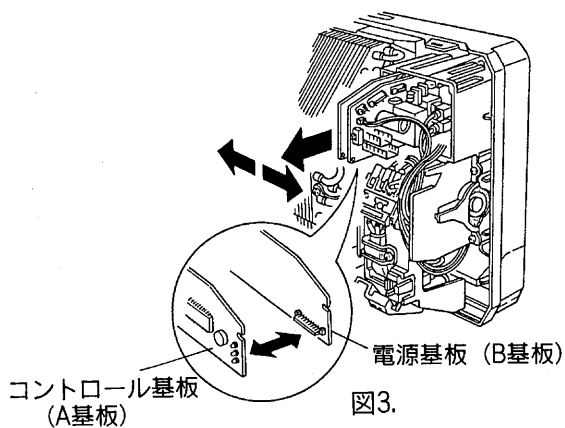

図3.
(5) 左右の基板を同時に引き出します。 図3.
(6) 左右の基板をできるだけねじらないようにまっすぐ分離します。